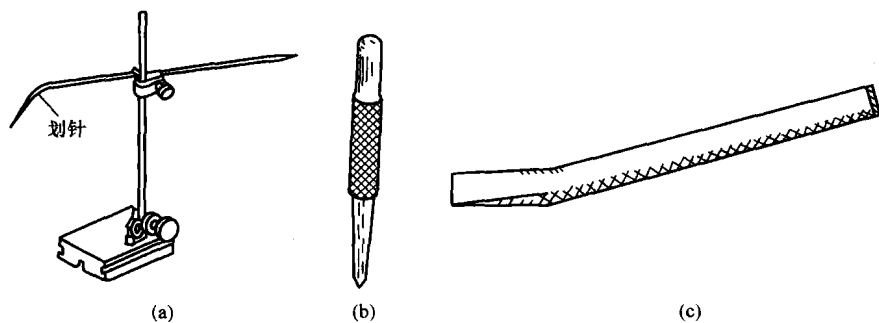

图 1-16 钳工常用的工具
(1) 划针。如图 1-16 (a) 所示，划针是用工具钢或弹簧钢丝制成的，直径为 3~5mm，尖端磨成 15°~20°的尖角，并经淬火处理。电机检修中一般用来立体划线和校正工件。
(2) 样冲。如图 1-16 (b) 所示，样冲用作工件划线冲小眼，作标志或钻孔定中心等，有时也用来作原始记录的标记使用。样冲尖端要磨成 45°~60°，并要淬火处理。
(3) 扁铲。如图 1-16 (c) 所示，扁铲用来铲断旧导线以及无纬带箍之用。